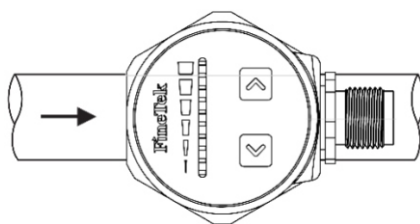

Рисунок 4
(4) SP следует плотно затянуть, чтобы избежать утечки жидкости из трубы, которая может быть опасна. SP можно установить под любым углом; наилучшая чувствительность и скорость отклика будут при установке под углом, показанным на рис. 4.
(5) В жидкости могут содержаться примеси или гранулы. Возможно, вам потребуется установить соответствующий фильтр перед датчиком, чтобы защитить его от столкновений или износа, которые могут сократить срок его службы.